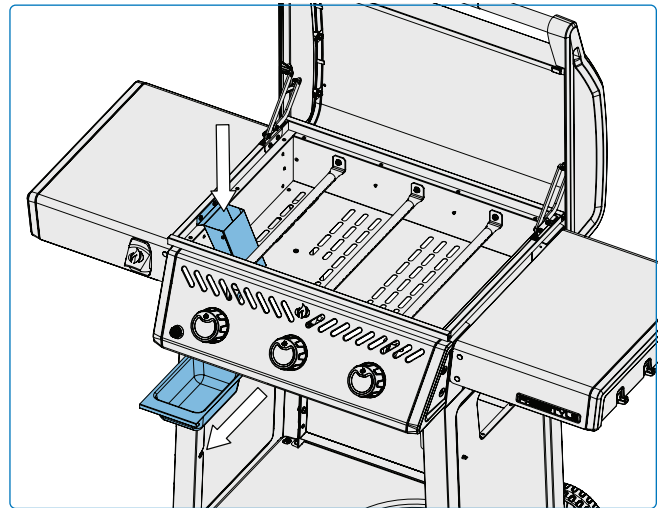

Fig. 11
1. Als het apparaat volledig is afgekoeld, verwijdert u de opvangbak voorzichtig recht uit de apparaatwagen zonder deze te kantelen. (Afb. 11).